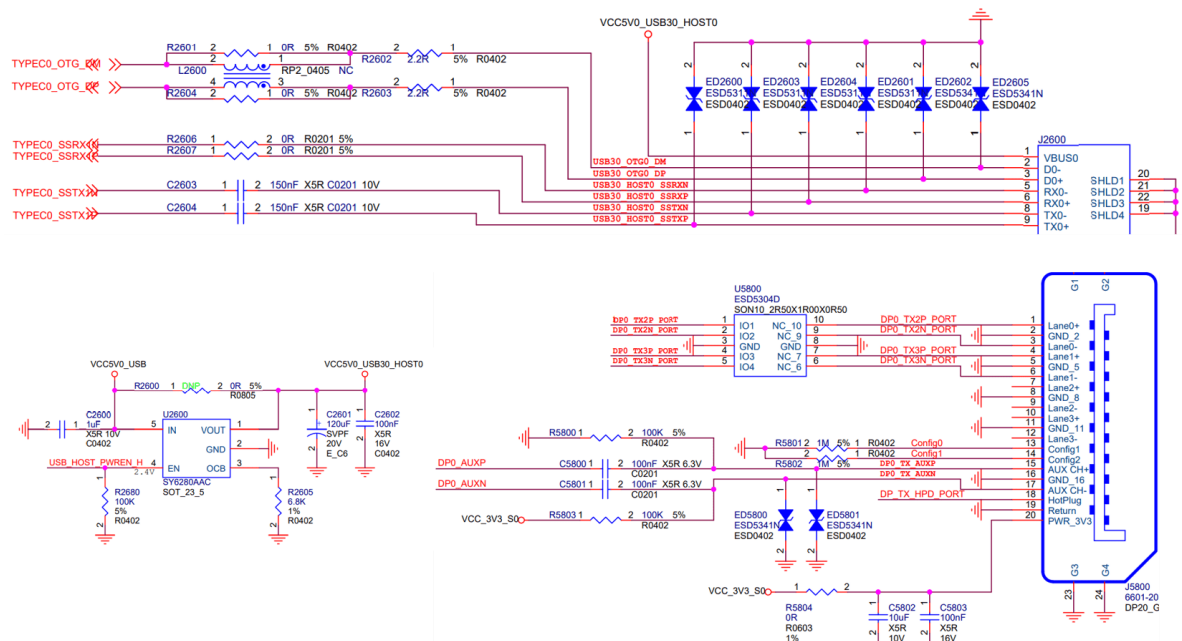

图 21 RK3588 Type-A USB3.1/DP 接口
3. Type-A VBUS 的供电电源 (VCC5V0\_USB30\_HOST2) 由 GPIO 控制，当 OTG 作 Device mode，关闭 VBUS 输出。当 OTG 作 HOST mode，打开 VBUS 输出。此外，稳压芯片 SY6280AAC 的输出电流由 OCB pin 连接的电阻决定，最大电流  $I_{lim}(A)=6800/R_{set}(ohm)$ ，如下图 21 所示，VBUS 输出限流为 1A；